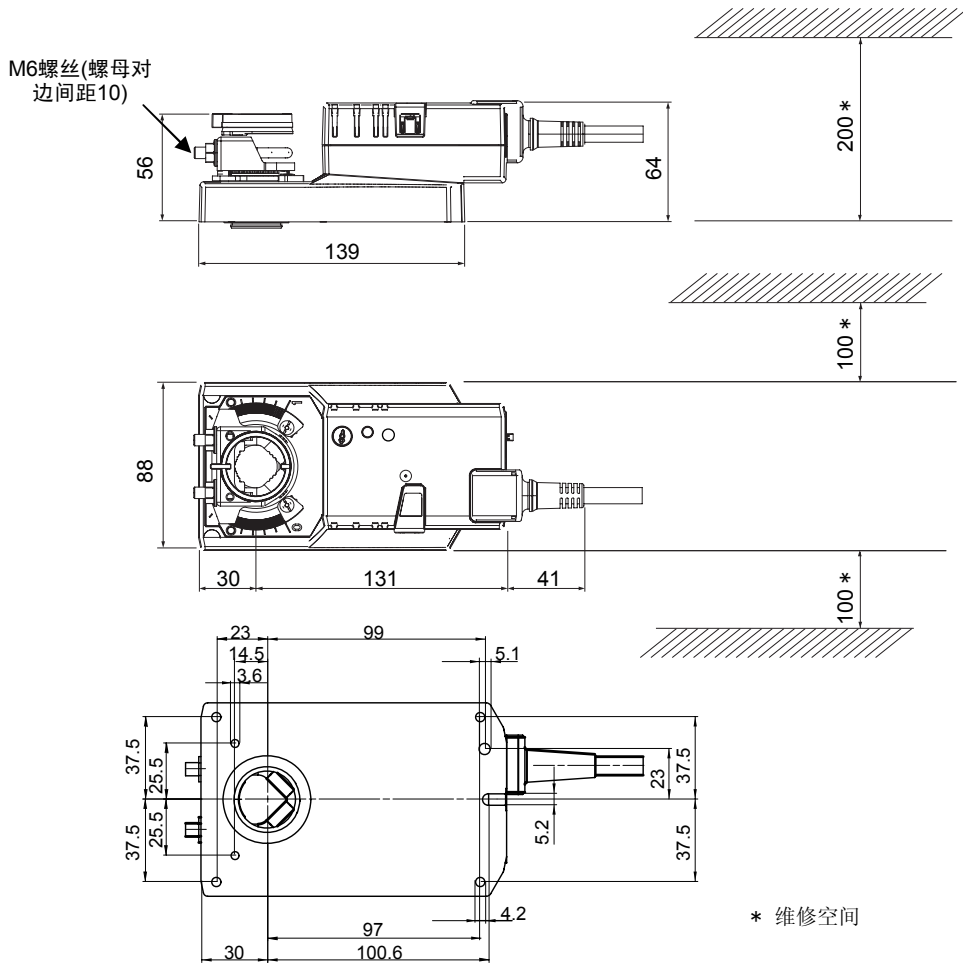

图1 外形尺寸图 (mm)
- 安装本产品时，请按照图1所示，预留出维修空间。
(1) 将风阀轴设定为全闭位置。